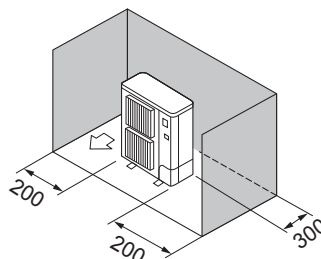

Fig. 2-5
- ③ Εμπόδια στην πίσω και στις δύο πλαϊνές πλευρές μόνο (Fig. 2-5)